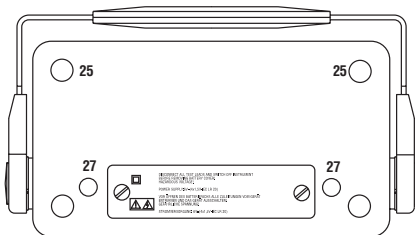

Bild 8.5.1 Gehäuseunterteil
- ▶ Legen Sie das Gerät auf die Gehäuseoberseite, und entfernen Sie die vier Kunststoffabdeckungen (25 und 27), siehe Bild 8.5.1